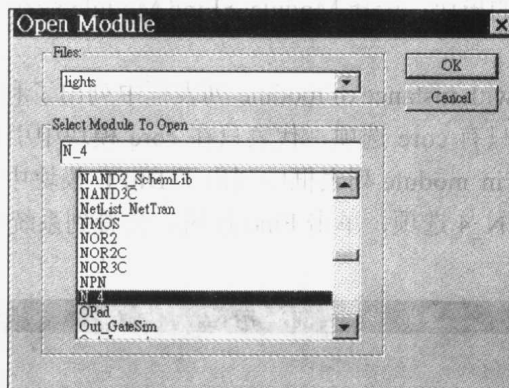

图 1.21 打开 N_4 模块
(11) 打开模块^①: 选择 Module→Open 命令, 打开 Open Module 对话框, 在 Select Module To Open 列表框中选择 N_4 选项, 如图 1.21 所示, 再单击 OK 按钮。